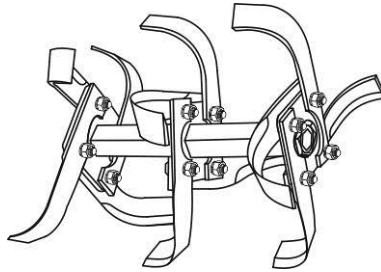

Рис. 4.7. Ґрунтофреза у зборі
6. Скласти інші сегменти ротора ґрунтофрези (див. рис. 4.7.). Складання лівої половини ґрунтофрези здійснюється аналогічно, з урахуванням напрямку обертання ротора.